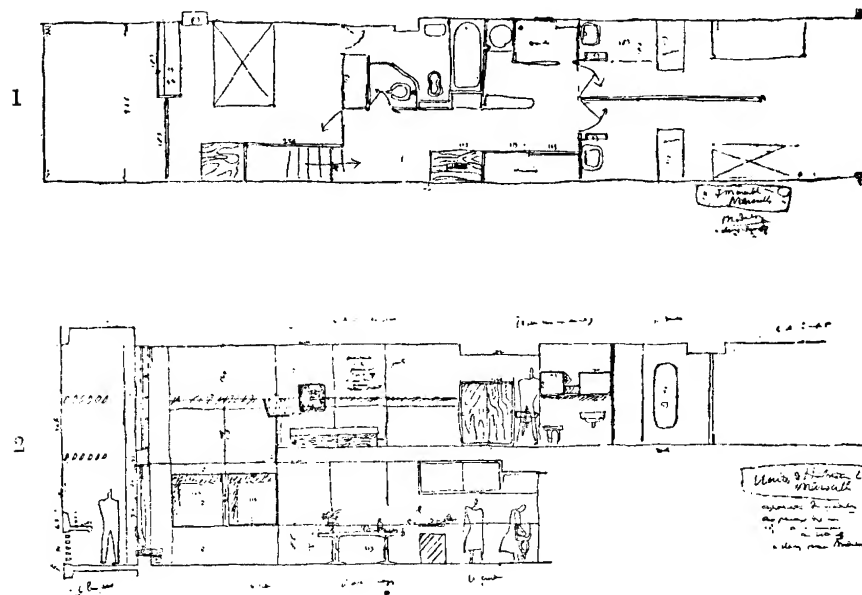

FIG. 51
c) UN DEPARTAMENTO: PLANTA 1) Y ALZADA 2). FIG. 51.